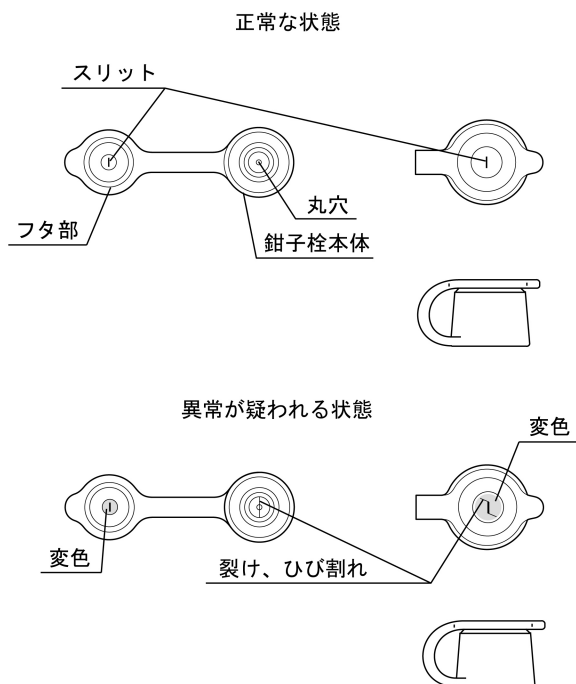

図3
11. 鉗子栓のフタ部のスリットまたは鉗子栓本体の丸穴に裂け、ひび割れ、変形、変色などの異常がないことを目視で確認すること（図3参照）。